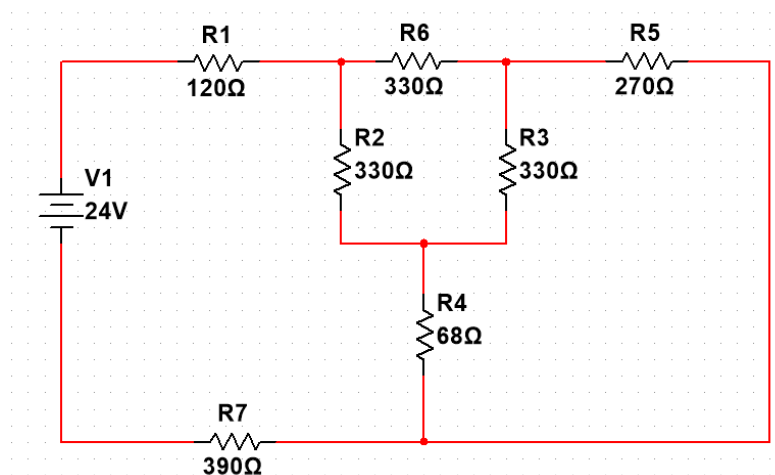

Figura 3. Circuito mixto
- Calcule la caída de tensión y la potencia en cada resistencia del circuito de la figura 3 usando análisis de mallas.
- Calcule la caída de tensión y la potencia en cada resistencia del circuito de la figura 3 usando análisis de nodos.
- Use TinkerCAD y Multisim para simular el circuito de la figura 3.
- Use el protoboard para realizar el montaje del circuito de la figura 3.
- Mida la caída de tensión y la corriente en cada resistencia del circuito de la figura 3 usando el multímetro.